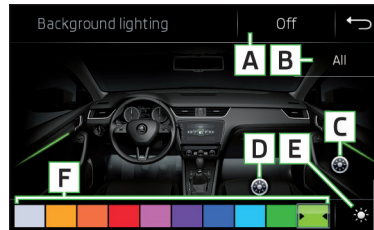

Abb. 76 Einstellung der Ambientebeleuchtung
**Beschreibung der Funktionsflächen** » Abb. 76
Bei Fahrzeugen mit der Auswahl des Fahrmodus » Seite 253 kann die Beleuchtung automatisch oder manuell eingeschaltet werden **A** » Abb. 76. Eine Änderung der Beleuchtungsfarbe erfolgt automatisch aufgrund des Fahrmoduswechsels oder manuell durch die Wahl einer der Farboptionen. Im Modus Individual wird die zuletzt manuell gewählte Farbe angezeigt.